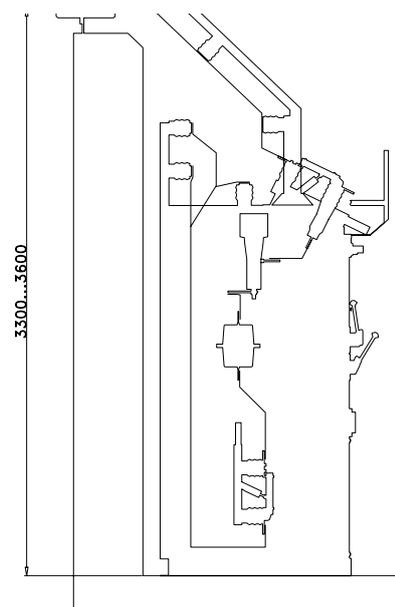

Рис. 10. Камера КСО с шинным вводом
- с шинным (воздушным) вводом (рис.10) — для организации подключения воздушных линий, а также шинных переходов — межсекционных или в соседнее помещение распреустройства;